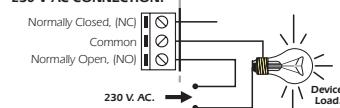

Fig. 1. Load Connection.
CONEXION DE LA SALIDA, CARGA. La salida del I-25 se realiza mediante un relé, dispositivo aislado eléctricamente del resto del circuito que admite cargas que no superen los 5 A. El relé no es un componente que proporcione tensión, sino que su función se limita a dar paso o cortar el flujo eléctrico que le sea introducido, del mismo modo que ocurre en un interruptor común. Por ello, deberá alimentar la carga a través de este dispositivo. El relé dispone de tres terminales de salida: el Común, el Normalmente abierto en reposo (NO), y el Normalmente cerrado en reposo, (NC). Realice la instalación entre el Común y el NO, como se especifica en el esquema de la fig. 1. Adicionalmente, podrá realizar la conexión inversa del relé, instalando la carga entre el Común y el NC.